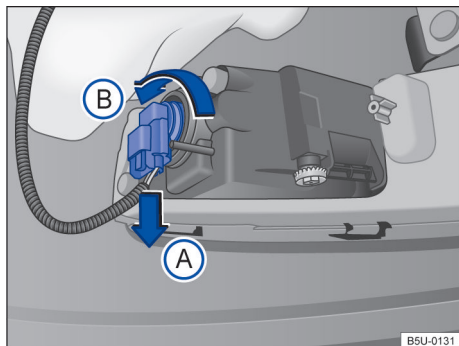

Fig. 120 Atrás do para-choque dianteiro: acesso à lâmpada incandescente do farol de neblina.
2. Desencaixar o conector de alimentação da lâmpada → Fig. 120 no sentido da seta (A), pressionar, ao mesmo tempo, a trava de fixação do conector.
3. Girar o soquete da lâmpada → Fig. 120, no sentido anti-horário da seta (B), e desencaixá-lo do alojamento.